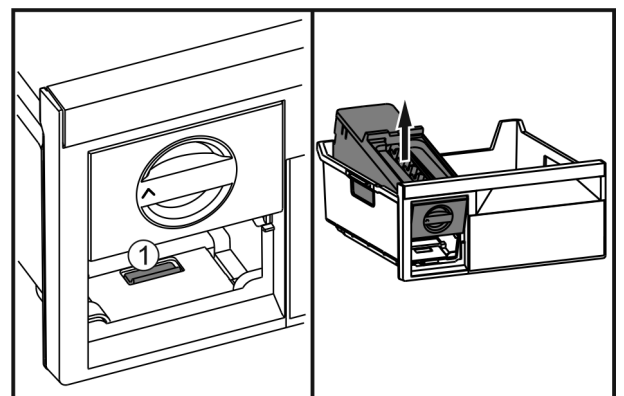

Fig. 28
- ▶ Lasche Fig. 28 (1) drücken, EasyTwist-Ice von hinten anheben und aus dem Gefrierschubfach herausnehmen.